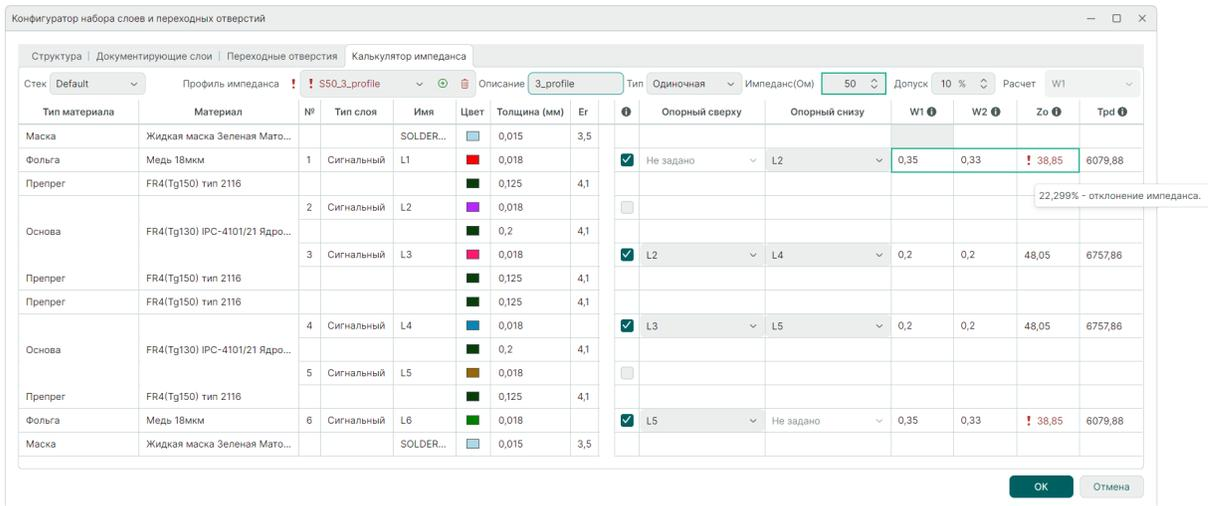

Рис. 47 Профиль импеданса с заданными значениями волнового сопротивления и ширины проводника
5. Если рассчитанное значение импеданса ( $Z_0$  или  $Z_{diff}$ ) превышает разрешенное отклонение от заданного значения волнового сопротивления, система оповестит об ошибке, см. Рис. 47.